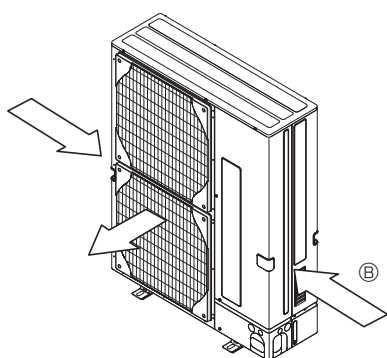

Fig. 2-5
- Ако е възможно, поставете тялото така, че изходът за въздух да духа перпендикулярно на посоката на сезонния вятър, ако е възможно. (Fig. 2-5)